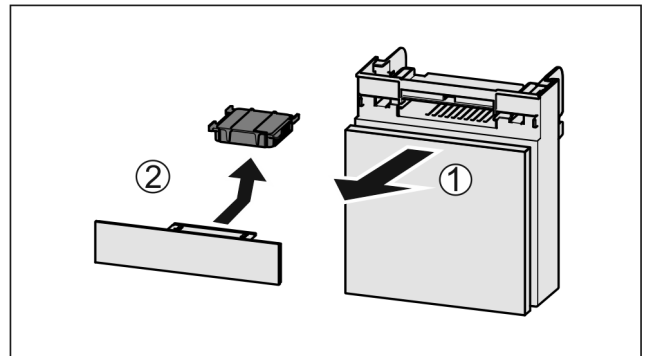

Fig. 126
- Estrarre il vano tirando in avanti *Fig. 126 (1)*.
- Rimuovere il filtro a carboni attivi *Fig. 126 (2)*.